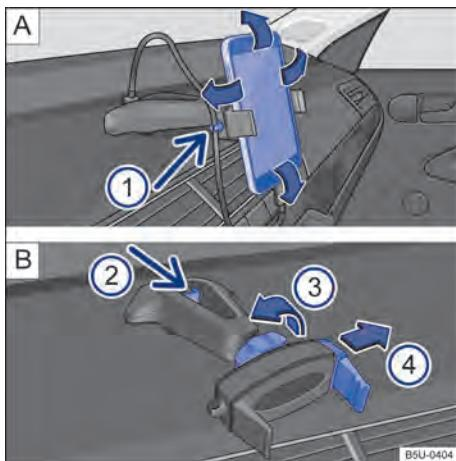

Fig. 193 No console central: suporte para smartphone e ajustes.
- Segurar o suporte com uma mão e pressionar o botão de destravamento → **Fig. 193 B ②** (seta).
- Com a haste → **Fig. 193 B ④** deslocar no sentido da seta, e instalar o smartphone no alojamento.
- Com a outra mão deslocar a haste → Fig. 193 B ④ até que seja possível remover o aparelho do alojamento.
- Colocar o cabo USB na entrada carregador USB do suporte existente no painel de instrumentos → Fig. 193 A.
- Prender o cabo no suporte → Fig. 193 A ①.
- Para liberar o movimento do suporte, girar a trava → Fig. 193 B ③ no sentido contrário da seta.
- Para fixar a posição, girar a trava no sentido da seta ③ → Fig. 193 B até a fixação total do suporte.
O suporte para smartphone tem garantia de 3 anos, com exceção da haste deslizante (garra) → Fig. 193 B (4) que tem garantia de 1 ano.